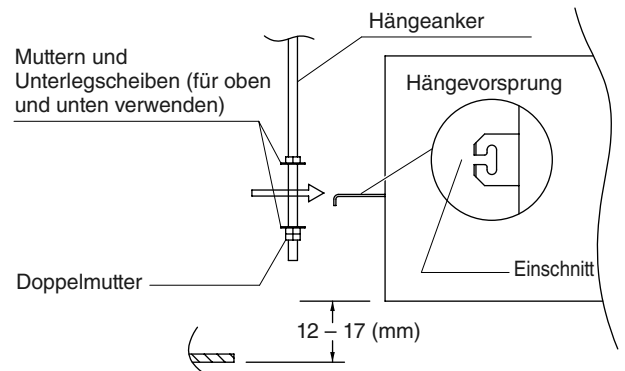

Abb. 3-36
(3) Die drei Sechskantmutter und die beiden Unterlegscheiben (im Fachhandel erhältlich) auf jeden der vier Hängeanker schrauben, wie in Abbildung 3-36 gezeigt. Je eine Mutter und eine Unterlegscheibe für die obere Seite, und zwei Muttern und eine Unterlegscheibe für die untere Seite verwenden, damit die Einheit nicht von den Hängevorsprüngen abrutschen kann.
(4) Die Einstellung so vornehmen, dass der Abstand zwischen der Einheit und der Deckenunterkante 12 bis 17 mm beträgt. Die Muttern an der oberen und unteren Seite des Hängevorsprungs festziehen.
(5) Die Polyethylen-Schutzabdeckungen, die als Transportsicherung verwendet werden, von den betreffenden Teilen abnehmen.